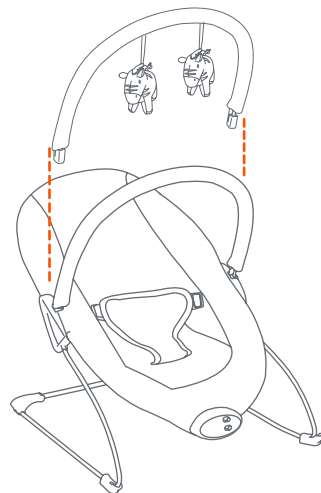
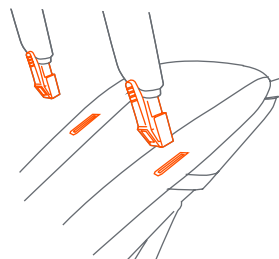

Fig. 12a
Fig. 12b
- 12) • Position the toy bar above the bouncer as shown (Fig. 12a). Insert the ends of the toy bar through the corresponding holes in the seat pad and into corresponding holes on the frame. Push in until both sides click into place. To remove, press the release clips and pull up (Fig. 12b).
• Coloque la barra de juguetes por encima del rebotador como se indica (Fig. 12a). Introduzca los extremos de la barra de juguetes en los agujeros correspondientes de la almohadilla del asiento y en los agujeros correspondientes del armazón. Empuje hasta que ambos lados hagan clic al llegar a su lugar. Para quitarlo presione los ganchos de sujeción y tire hacia arriba (Fig. 12b).